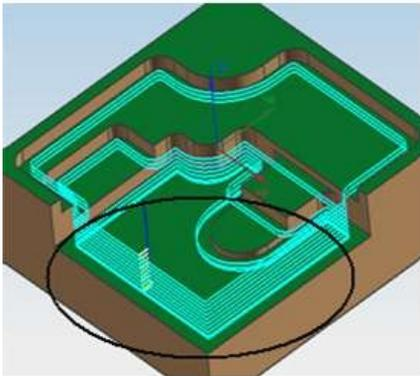
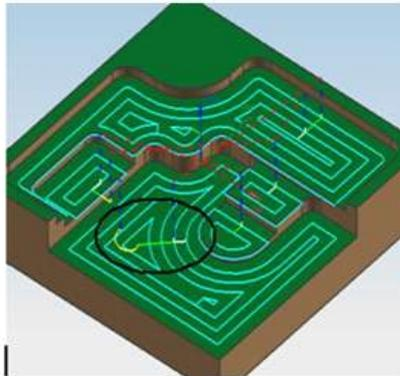
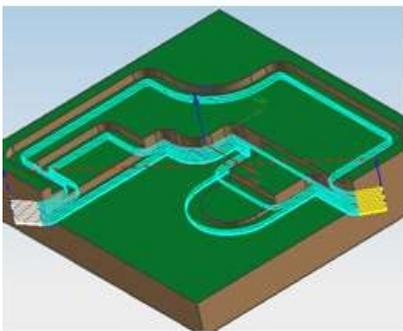
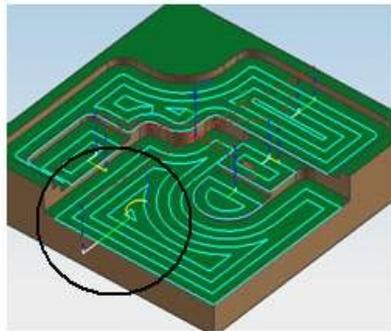

图10
图10-1
图11
图11-1
第五步：轻松实现侧壁与底面的精加工：在前面步骤中我们已经实现了粗加工，大部分的材料已经被移除掉，这一步我们来做精加工，怎样实现呢？遵循前例步骤能轻松实现侧壁与底面的精加工：首先更换精加工需要的刀具，点击 **刀具** 展开定义区，点击黑色箭头选择 D=10 的刀具 **D10 (Milling T)**，点击 **刀轨设置** 展开定义区，在切削模式 **切削模式** 中选择轮廓的切削方法 **切削模式** **轮廓** 后，点击生成刀轨图标 **生成刀轨** 生成刀轨如（下图 10 所示）。再次在切削模式 **切削模式** 中选择零件/周边的切削方法 **切削模式** **跟随周边**，点击图标 **切削层** 弹出 **切削层** 对话框，在类型 **类型** 中定义为 **底面及临界深度** 后，**确定** 完成回到平面铣对话框，再次点击生成刀轨图标 **生成刀轨** 生成刀轨如（下图 10-1 所示）。注意：这是使用的部件边界为范围的生成的侧面和底面的精加工。那么使用毛坯边界为范围的情况又怎样呢？自己练习把部件边界去掉而代之使用毛坯边界，再次生成侧壁刀轨（下图 11 所示）与底面的刀轨（下图 11-1 所示）。请仔细对比观察二者的区别。发现（图 10）不合格、而（图 11）是正确的，而底面的刀路除了进退刀一个在内部一个在外部外（黄色线、蓝色线、红色线部分），基本上都一样也是正确的。
**4,** 在进行轮廓精加工侧壁时，分别使用毛坯边界和部件边界定义加工范围所生成的刀路不同。见上图 10 与上图 11 的区别。其原因就是使用毛坯边界定义加工范围时，经过粗加工后材料已被去除，所以只在部件边界周围生成刀路。而使用部件边界定义加工范围时，虽然也经过粗加工后材料已被去除，但是刀具不能出这个范围，又同时这是部件边界，所以系统就认为：在这个部位应该生成轮廓刀轨。